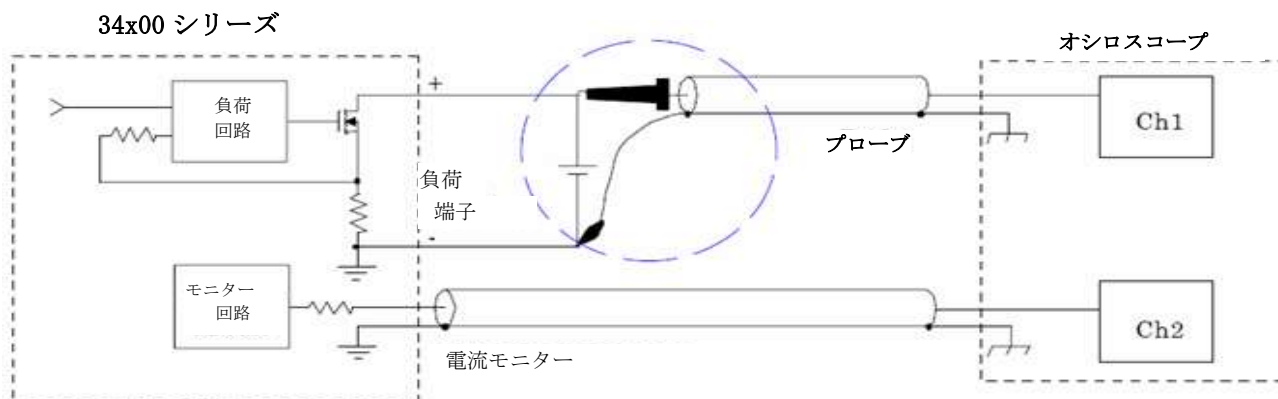

図 3-5: オシロスコープ(プローブ)の正しい接続
- 本製品をオシロスコープへ接続する際、オシロスコープのプロブの接続極性が図 3-5 に示す通りとなるようご注意ください。